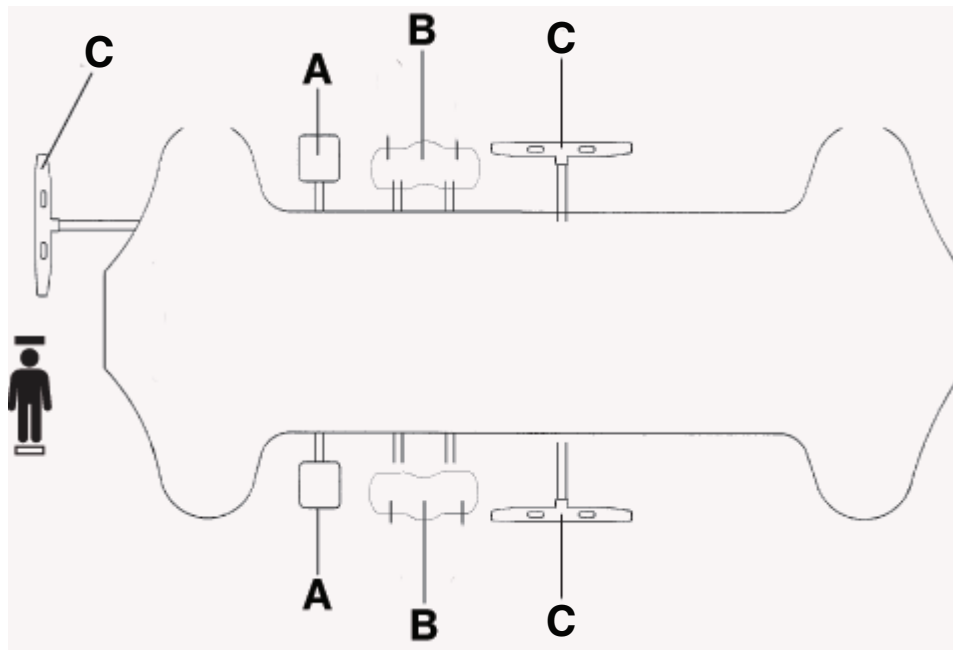

Figura 3 – Elevar ou baixar a estrutura da cama
Para elevar a estrutura da cama, carregue no pedal de bombeamento (A) até chegar à altura pretendida (Figura 3).
Para baixar a extremidade do lado da cabeça do produto, carregue no lado do pedal unitário para baixar (B) mais próximo da extremidade do lado da cabeça (Figura 3).
Para baixar a extremidade do lado dos pés do produto, carregue no lado do pedal unitário para baixar (B) mais próximo da extremidade do lado dos pés (Figura 3).